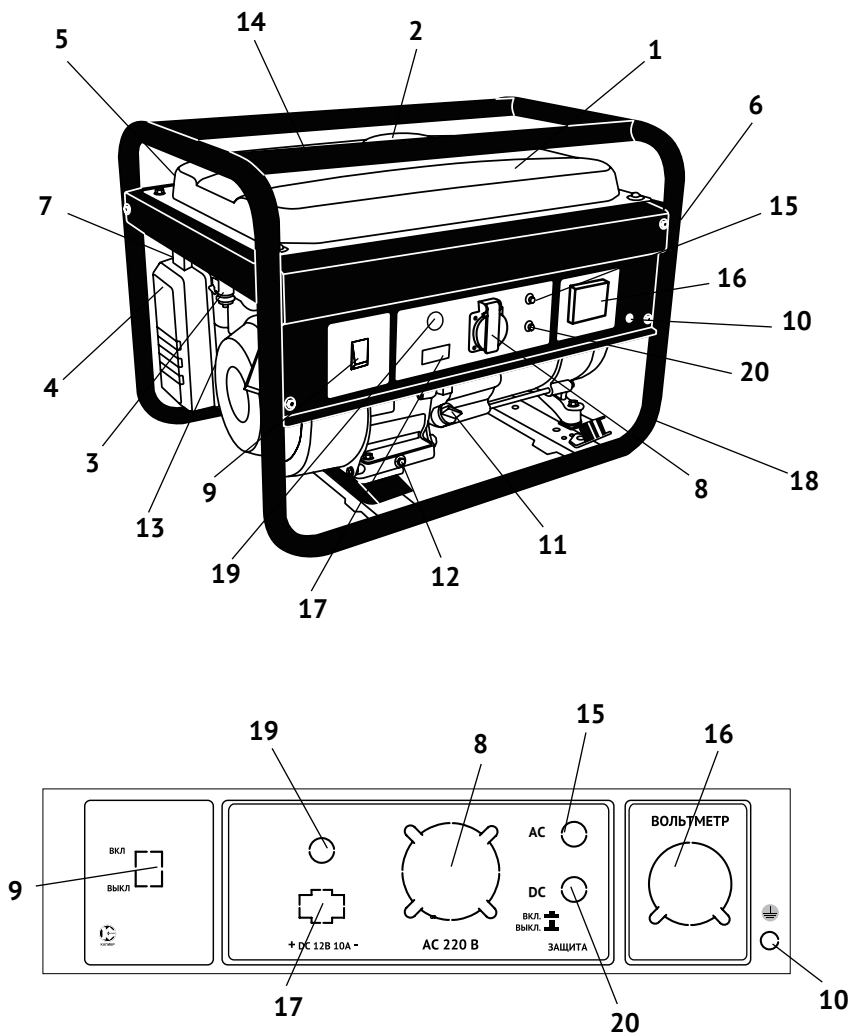

рис. 1
Коленчатый вал, приводимый во вращение возвратно-поступательными движениями поршня двигателя, передаёт крутящий момент на вал якоря генератора. Передача осуществляется через коническое сопряжение ротора генератора и вала двигателя. При этом образуется самоцентрирующаяся трёхопорная схема соединения. С обмоток статора генератора напряжение подводится: через систему стабилизации на розетку переменного тока (рис.1 поз.8); через выпрямительный блок на розетку постоянного тока (рис.1 поз.17).
2.4 Общий вид бензогенератора схематично представлен на рис.1
3.4 Двигатель и генератор закреплены на трубчатой раме (рис.1 поз.18) через амортизаторы, что снижает вибрацию аппарата и уменьшает уровень шума при работе. Все элементы бензогенератора имеют удобный доступ для обслуживания и ремонта.
Электрическая сеть подключения потребителей относится к системе с изолированной нейтралью, предусматривающей защитное заземление открытых токопроводящих частей корпуса. В зависимости от местных условий (состав грунта, его влажность и т.п.) изменяется качество заземления. Во всех случаях защитное заземление должно иметь сопротивление не более 4-х Ом. Во время работы бензогенератора его клемма заземления (рис.1 поз.10) должна быть подсоединена к заземлителю. Практически это требование может быть реализовано следующими способами:
Выкрутите пробку-щуп из маслозаливной горловины (рис.1 поз.11) и залейте в картер масло необходимой марки до нижнего края горловины. Вставьте сухой чистый щуп в горловину картера и выньте его. Проверьте уровень масла: граница смоченной области щупа должна располагаться между отметками минимального и максимального уровней.
5.3.1 Отключить всех потребителей переменного и постоянного тока от генератора. Перевести автоматический выключатель (рис.1 поз.15) в положение «ВЫКЛ.».
- перевести выключатель зажигания (рис.1 поз.9) в положение «ВКЛ.»;
- открыть топливный кран (рис.1 поз.3);
- перевести рычаг управления воздушной заслонкой (рис.1 поз.7) в крайнее левое положение «закрыто» при пуске холодного двигателя (для прогретого двигателя рычаг устанавливается в промежуточном положении);
- резко, с усилием потяните рукоятку стартера (рис.1 поз.13) до упора, повторите действие ещё раз, если двигатель не завёлся.
После прогрева двигателя в течение 10-40 секунд (в зависимости от начальной температуры), перевести рычаг воздушной заслонки (рис.1 поз.7) в крайнее правое положение «открыто».
- перевести выключатель зажигания (рис.1 поз.9) в положение «ВЫКЛ.»;
- закрыть топливный кран (рис.1 поз.3).
- наличие и величина напряжения переменного тока измеряется вольтметром (рис.1 поз.16);